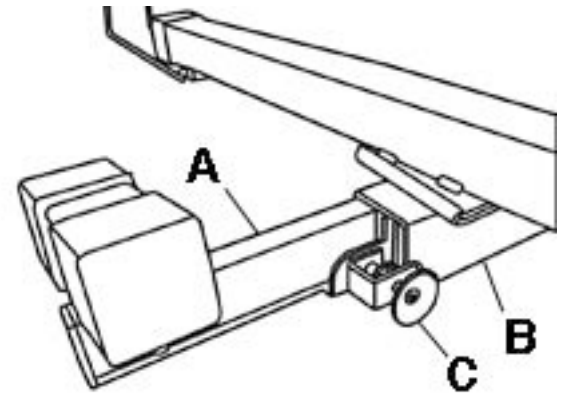

FIGURE 8
Les rallonges (A) Fig.8 au deux bouts du berceau (B) s'étendent pour supporter les panneaux de gypse de longues dimension. Pour étendre les rallonges;
- 1) Tirez sur la goupille à ressort de verrouillage (C) jusqu'à ce que vous pouvez glisser la rallonge (A) vers l'extérieur.
- 3) Étendez les rallonges des bras de travers tel que nécessaire pour supporter complètement la longueur du panneau de gypse, voir Fig.8. Assurez-vous que les goupilles à ressorts de verrouillage sont verrouillées dans une des trois positions de verrouillage.